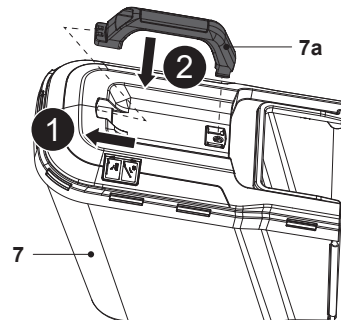

Fig. 6
2. Monte a pega de transporte (7a) nas duas ranhuras de fixação na estrutura superior do recipiente de recolha de relva (7), prestando atenção à orientação correta (Fig. 6).